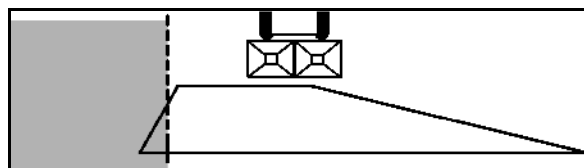
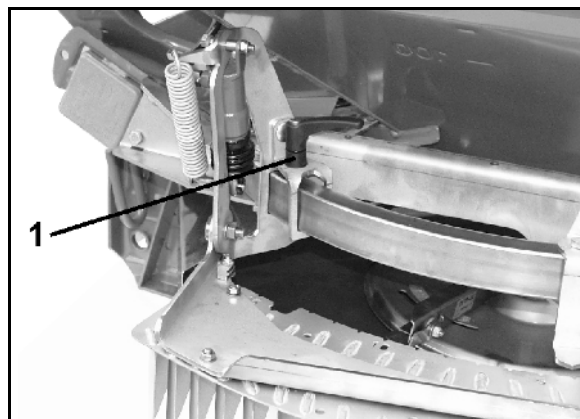

Bild 74
Bild 76
Inställbart värde står att läsa i spridningstabellen (Bild 74).
2. Gränsspridningsskärmen på styrbygeln (Bild 76/1) ska förskjutas så mycket att visaren (Bild 76/2) visar på det inställningsvärde i spridningstabellen som ska ställas in (Bild 74).